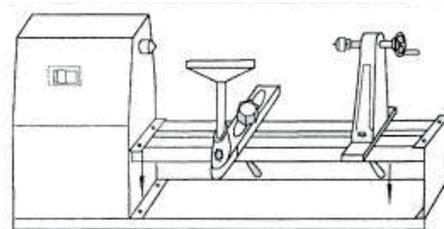

Рис. 8
2. Отметьте место, где Вы хотите закрепить заднюю бабку и опору резцов (см. рис. 8).